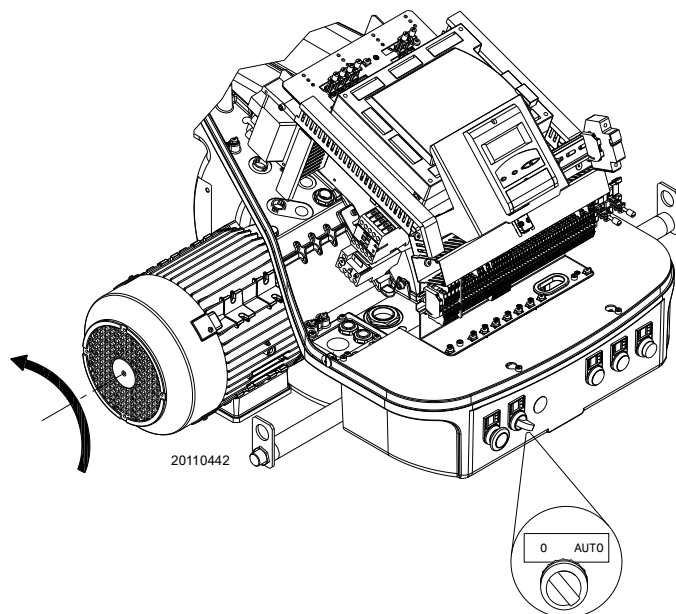

Fig. 26
Chiudere i termostati/pressostati e mettere l'interruttore di Fig. 26 in posizione "AUTO".
Se segnalano tensione, fermare **immediatamente** il bruciatore e controllare i collegamenti elettrici. Quando il bruciatore si avvia, verificare la direzione della rotazione del motore, come indicato in Fig. 26.
- mettere l'interruttore di Fig. 26 in posizione "0" ed attendere che il controllo fiamma esegua la fase di spegnimento;
- rimuovendo il cofano ed agendo sull'interruttore "0-AUTO" di Fig. 26 a pag. 29;